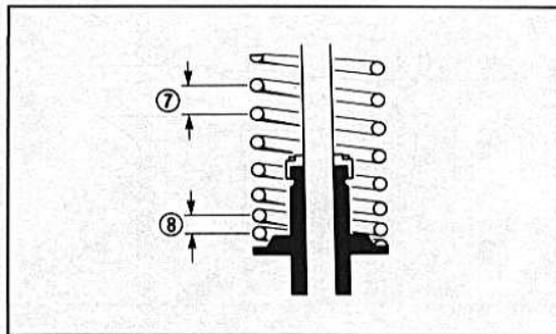

Bild 146
- Die Ventilfeder mit dem oberen Federteller einlegen (Bild 146).